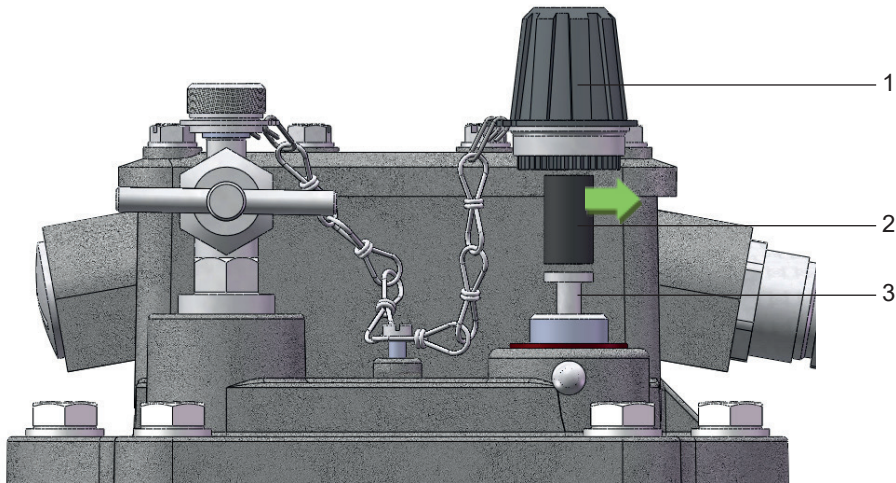

图 5 - 运输保险装置的拆除
- 从测试按钮（图5中3）上拧下大闷盖螺母（图5中1）
- 从大闷盖螺母上取出运输保险装置（图5中2）